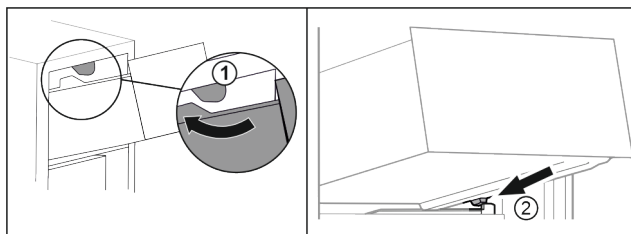

Fig. 63
- ▶ Før skuffen omkring de øverste stop. Fig. 63 (1)
- ▶ Sæt skuffen skråt bag de nederste stop på beholderristen. Fig. 63 (2)